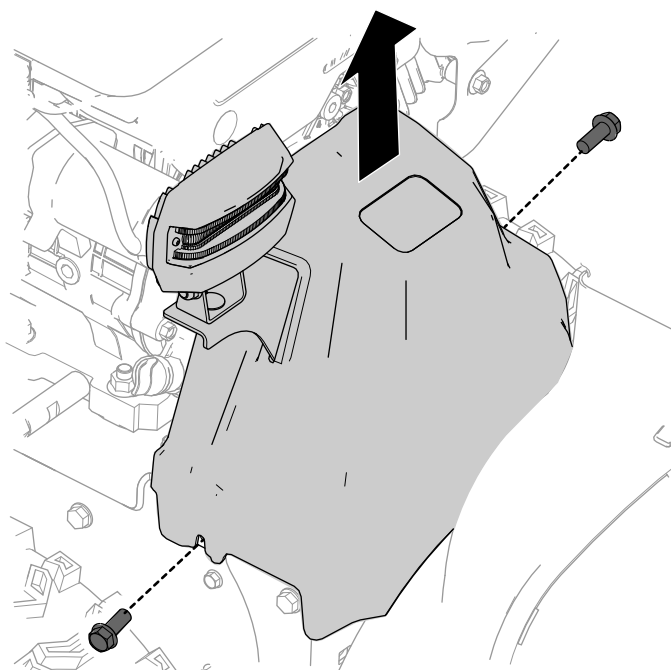

Figura 6
1. Desde el lateral delantero de la máquina, retire los 2 tornillos ($\frac{1}{4}" \times \frac{5}{8}"$) que fijan la cubierta de la correa a la máquina (Figura 6).
3. Retire la cubierta de la correa (Figura 6).